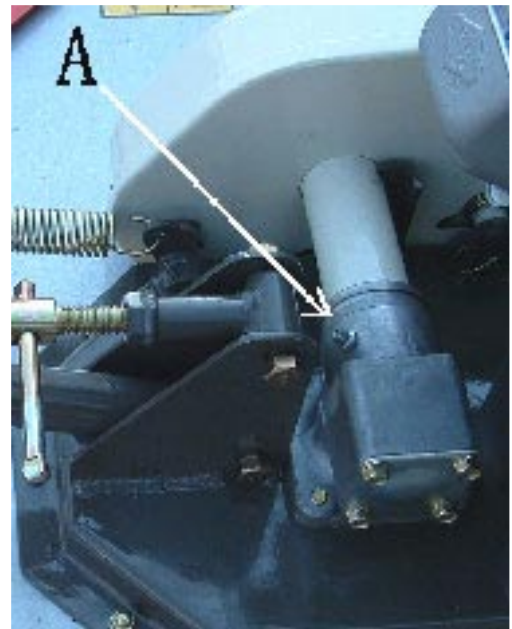

Figure 11
- garnir le graisseur A (fig. 11) du boîtier de renvoi d'angle de la transmission vers la lame.